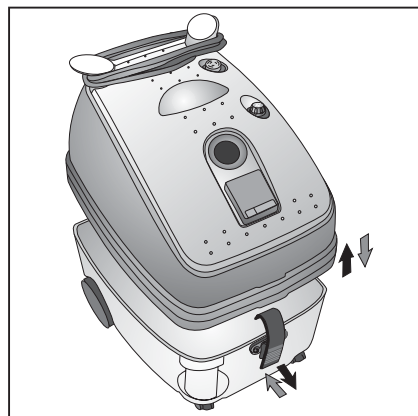

Abb. 3
- Das Oberteil auf den Schmutzwasserbehälter wie in der Abbildung gezeigt (Abb. 3) positionieren.
- Die Verriegelungshaken (F) schließen und darauf achten, dass beide Teile miteinander genau